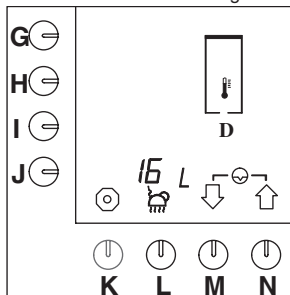

Abb. 53 Zurückstellen des Tageszählwerks für das Heißwassersystem
- Drücken Sie auf die Wahl Taste (M.)↓, bis Abb.53 im Display erscheint.